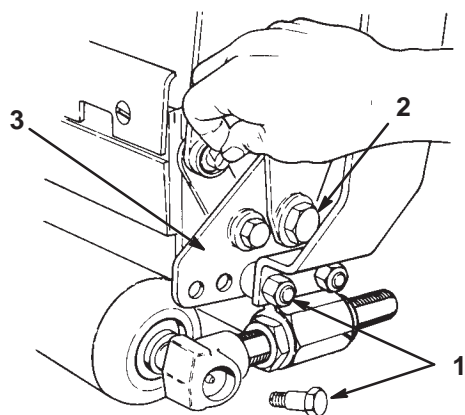

Fig. 25
1. Ta bort ansatsbultarna, bussningarna och distansbrickorna från varje ände av enheten och ta bort underknivsstången/underkniven (fig. 25).